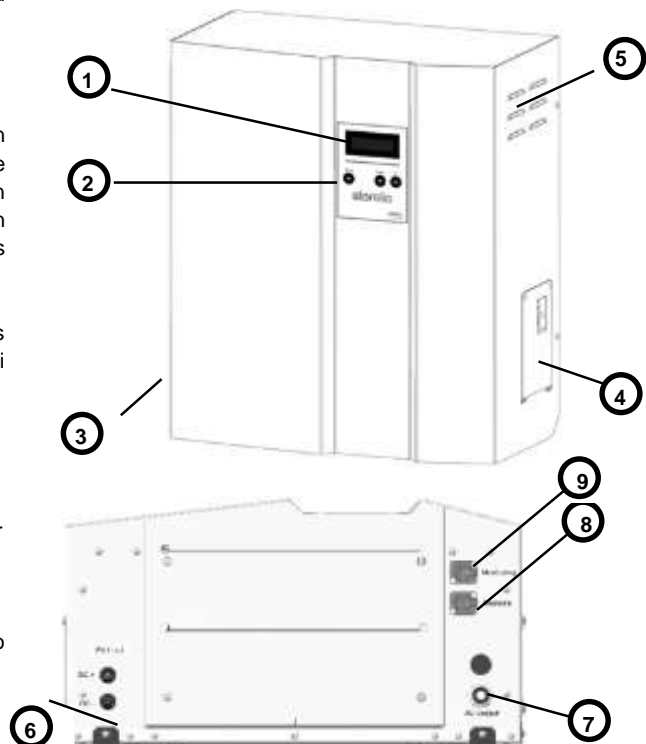

Abb. 2
Die PV-Eingangskabel (+; -) müssen mit den dafür vorgesehenen Verbindern des Typus MC4 (Abbildung 2, Markierung 6,) verbunden sein.
Clipsen Sie die MC4-Verbinder der PV-Panels in die MC4-Verbinder des Storelio (Abb. 2, Abb. 6) unter Berücksichtigung der Polarität (+; -), ein deutliches Klicken ist beim Anschluss zu hören.
Die Phase- (P), Neutral- (N) und Masseleitungen (PE) müssen durch die dafür vorgesehene Stopfbuchse hindurch und dann jeweils an die Klemmen der Trenneinrichtung sowie an die Erdungsschiene, die hinter der AC-Zugangsklappe zugänglich sind (Abb. 2, Markierung 4) angeschlossen werden. Der maximale Durchmesser der Stopfbuchse ist 10 mm.
Führen Sie die Wechselstromleitungen in die dafür vorgesehene Stopfbuchse (Abb. 2, Markierung 7).